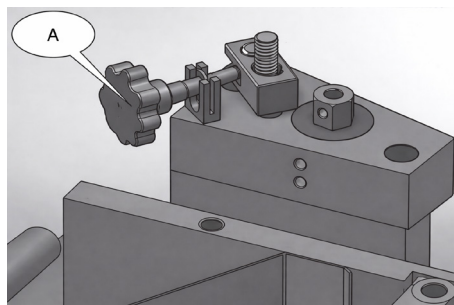

Figura 7
- O rendimento da cola pode ser ajustado pelo manipulô A. (Figura 7). Ele foi testado e colocado em uma posição adequada antes da entrega.